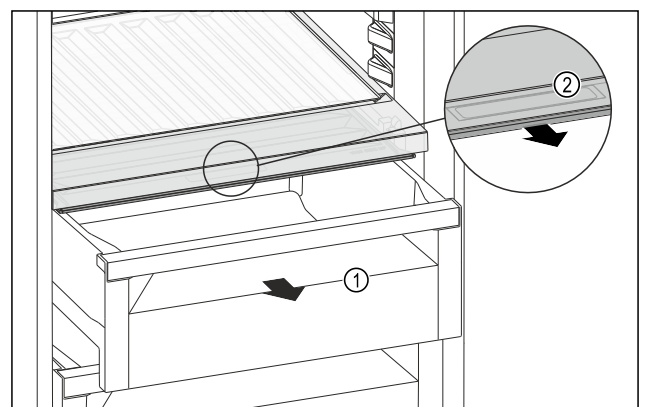

Fig. 157
- ▶ Schubfach Fig. 157 (1) herausziehen.
- ▶ Griffmulde Fig. 157 (2) am Fachdeckel anfassen und Fachdeckel gleichzeitig nach vorne ziehen.